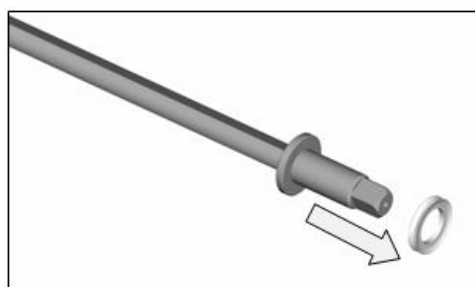

Fig.14
- Recupere la junta de estanqueidad colocada en la parte posterior del agitador (Fig. 14).